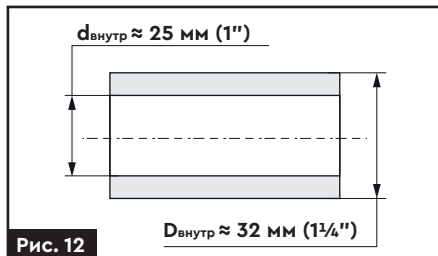

Рис. 12
2. При приєднанні до магістрального водопроводу діаметр труби в місці приєднання вхідного патрубка має бути не менший, ніж $1\frac{1}{4}$ " (рис. 12).